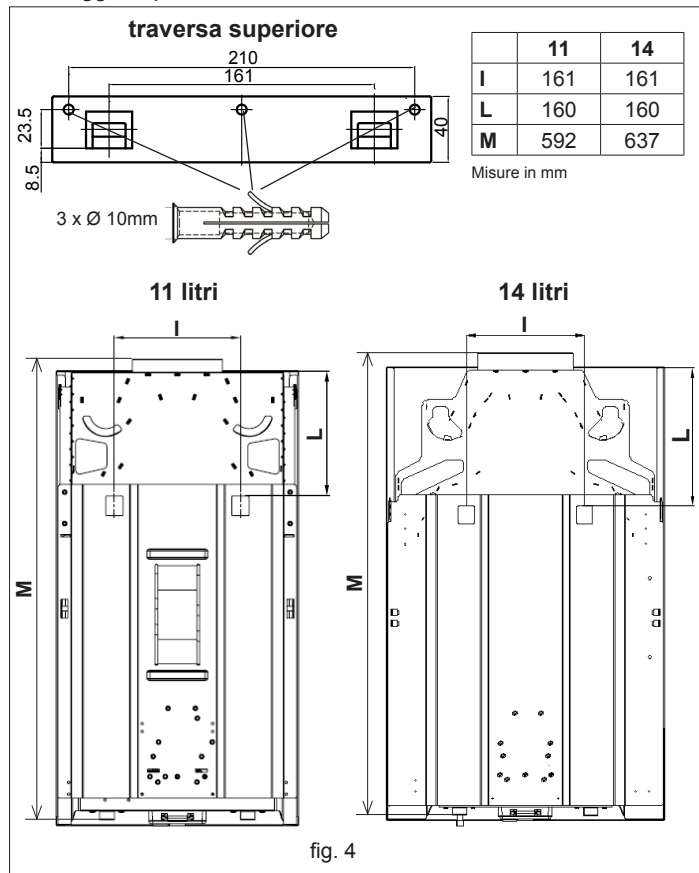

fig. 4
- In fig. 4 vengono indicate le quote dell'apparecchio per il suo fissaggio a parete.